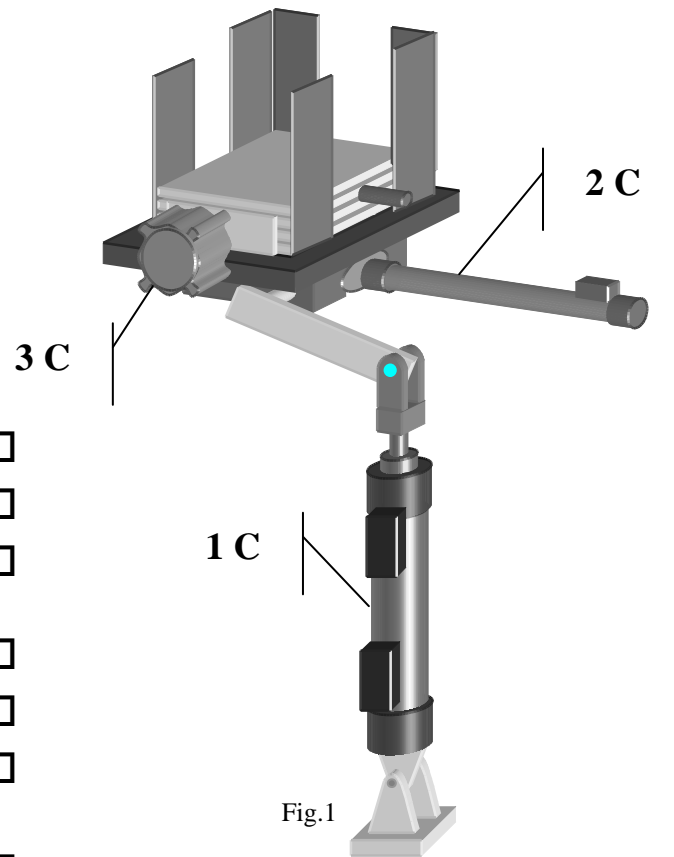

Fig.1
- ◆ Reporter le repérage des capteur sur la Fig.1 et représenter son symbole en Fig.2, indiquer son nom commerciale.
Le vérin 1C voir Fig1 et schéma page 6/7